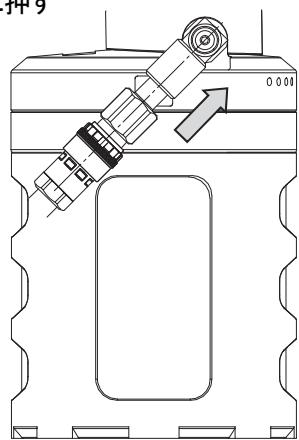

図 4-3
(P.8 図 4-3 参照)
- ① 圧縮空気を供給する。(ON-OFF バルブを開く)(図 4-3)